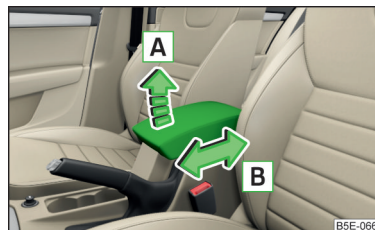

Fig. 83
- Pour **régler la hauteur**, soulevez l'accoudoir dans le sens de la flèche  dans l'une des positions d'encliquetage » fig. 83.